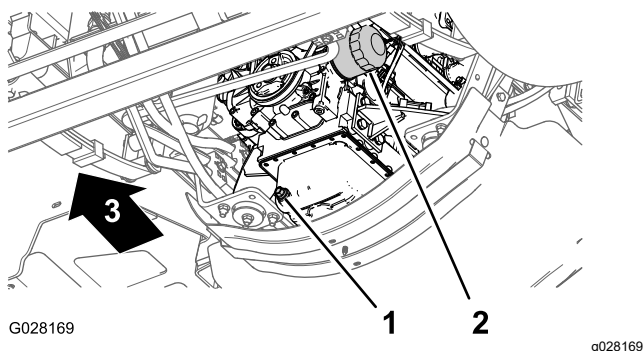

図 111
3. エンジンオイルフィルタの下にオイルを受ける容器をおく図 111。
4. 古いオイルフィルタ図 111を外す。
8. アダプタにフィルタを取り付け、ガスケットがアダプタに当たるまでフィルタを右に回し、そこから更に 1/2 回転増し締めする図 111。
1. ドレンプラグの下にオイルを受ける容器をおく図 111。
2. ドレンプラグ 図 111 を外して排出されるオイルを回収する。